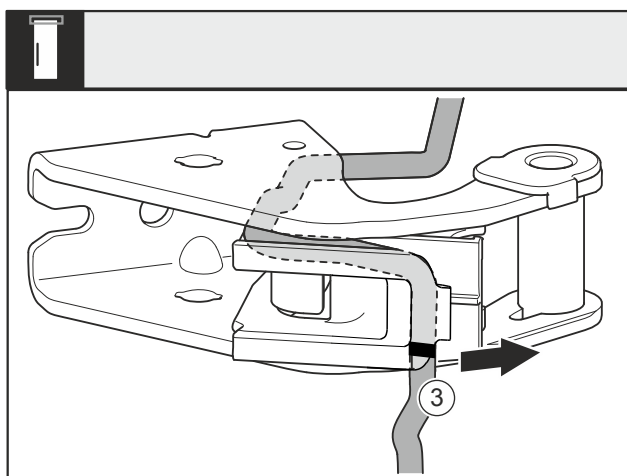

Fig. 28
- Smontare il cavo con il supporto del cavo Fig. 28 (3) dal blocco di supporto.